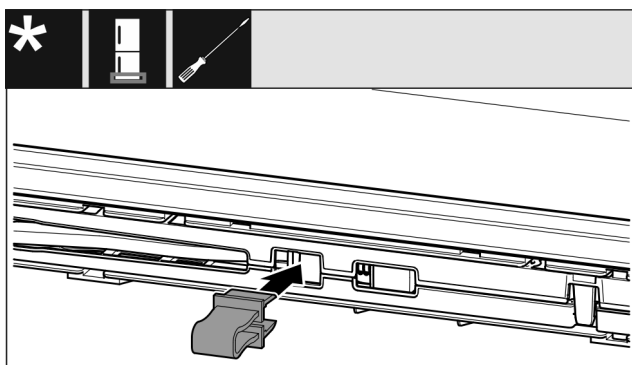

Fig. 16
- Pojistku nechte zapadnout do otvoru. (viz Fig. 16)